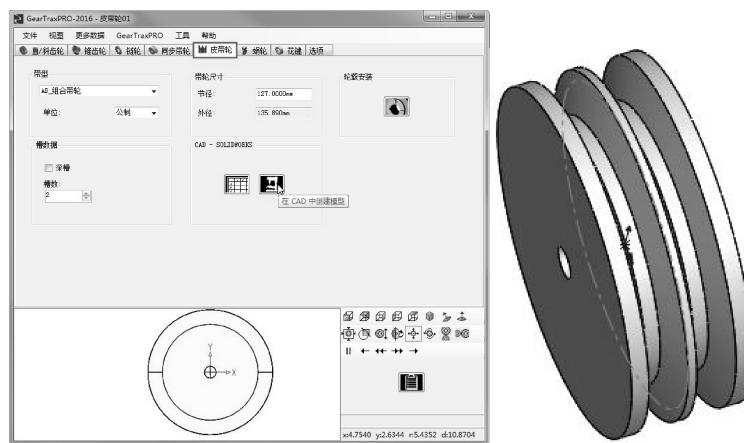

图 5-86 【皮带轮】选项设置及创建的皮带轮
- 03 在【皮带轮】选项卡中设置参数，如图 5-86 所示。